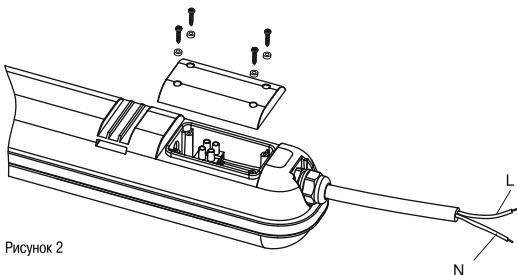

Рисунок 2
5.2 Подключение светильника (рисунок 2).